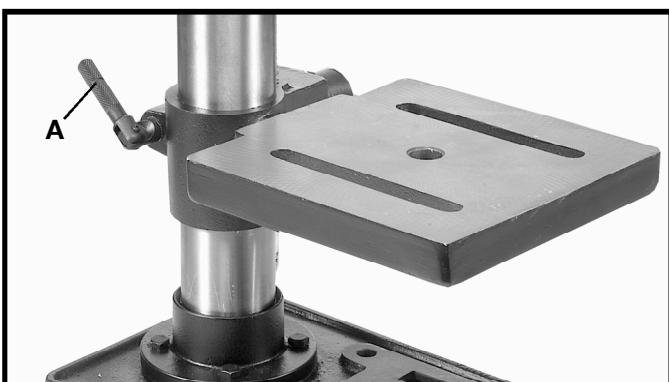
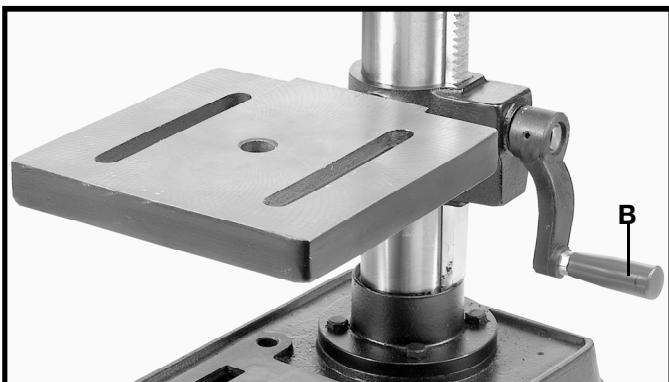

Fig. 20
Fig. 21
1. La table se soulève et se baisse sur la colonne de la perceuse en desserrant l'étau d'établi (A, fig. 20) et en tournant la poignée qui lève et abaisse la table (B, fig. 21). Une fois la table à la hauteur souhaitée, serrer l'étau (A, fig. 20). **REMARQUE :** la position finale de la table de la perceuse à colonne devrait toujours être de la position inférieure à la position supérieure.
2. En desserrant l'étau de table (A, fig. 20), la table pivote sur 360 degrés sur la colonne. Pivoter la table à la position souhaitée et serrer l'étau de table.